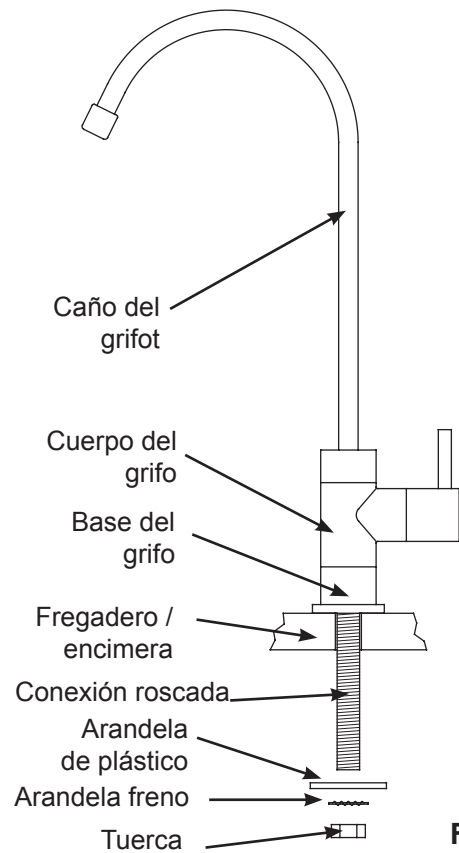

FIG. 12
1. Identificar y organizar los diferentes elementos que componen el grifo. Cf Fig. 12.